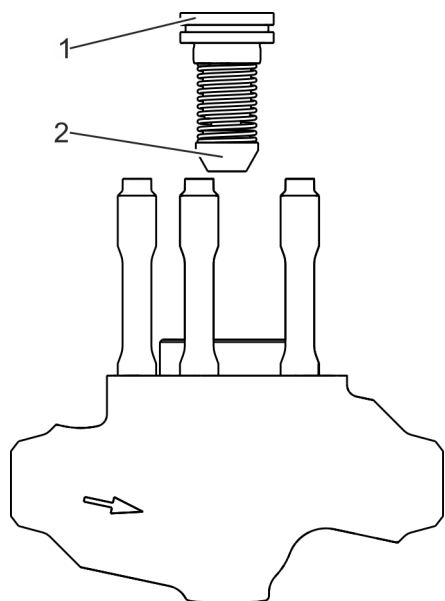

Fig. 7 : Retrait de l'organe d'obturation
4. ➤ Retirer la douille de guidage (Fig. 7 /1) du carter par le haut, avec le cône de retour (Fig. 7 /2) utilisé.